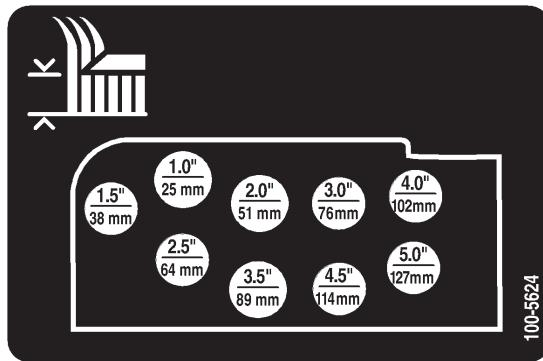

Bild 13
6. Montieren Sie die Schnitthöhenketten im gewünschten Schnitthöhenloch (Bild 13) und sichern sie mit dem Splint und dem Lastösenbolzen ab.